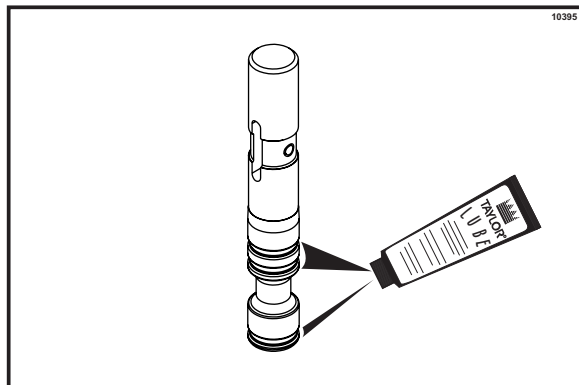

Figura 79
**Instale la válvula de extracción.** Deslice las tres juntas tóricas hasta las ranuras de la válvula de extracción y lubríquelas. (Vea la figura 79.)